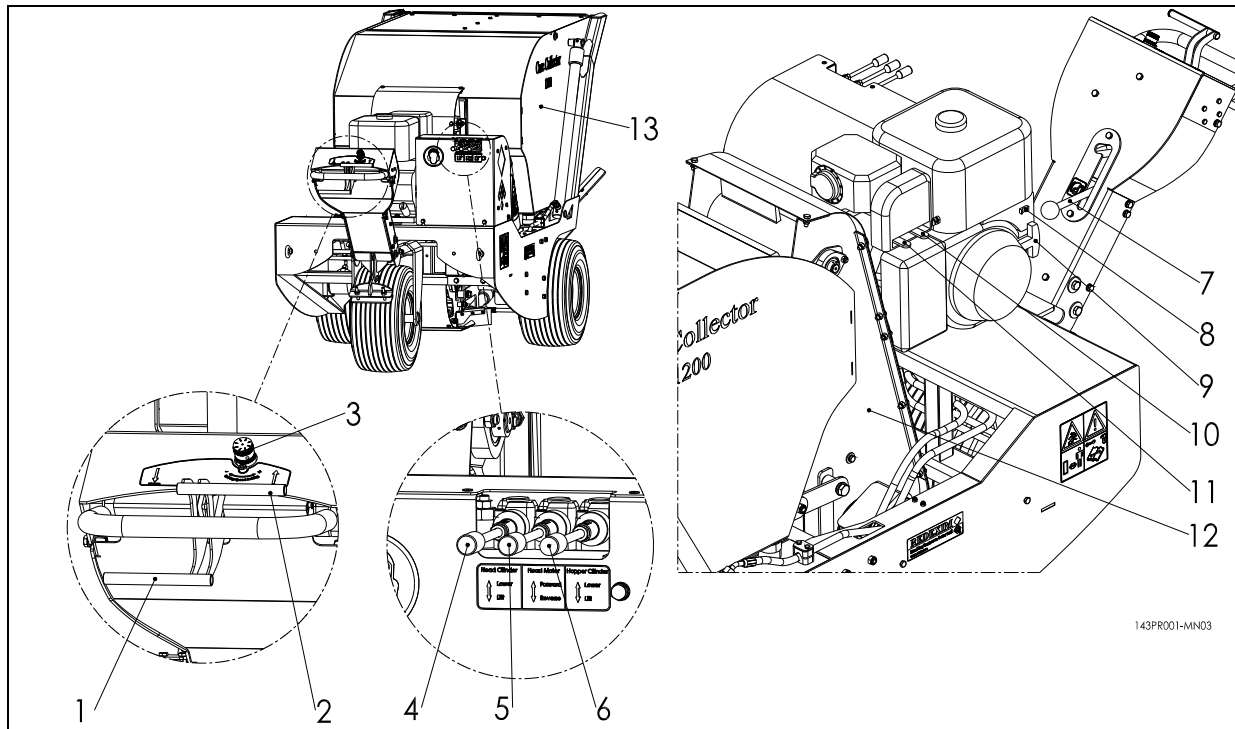

Fig. 13
De start procedure is **ZEER** belangrijk. Als deze procedure niet wordt uitgevoerd als hieronder is beschreven, kunnen er serieuze beschadigingen aan de te bewerken ondergrond / machine ontstaan (Zie Fig.13).
Voor het legen van de opvangbak (13) ga als volgt te werk: (Zie Fig.13)
2. Hef de opvangbak (13) door de hendel (6) naar beneden te drukken.
3. Als de opvangbak (13) leeg is druk dan de hendel (6) naar boven om de opvangbak weer te laten zakken.